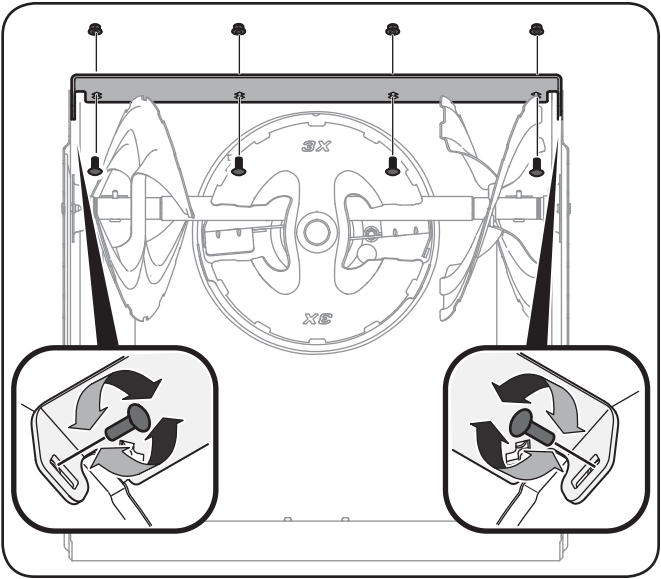
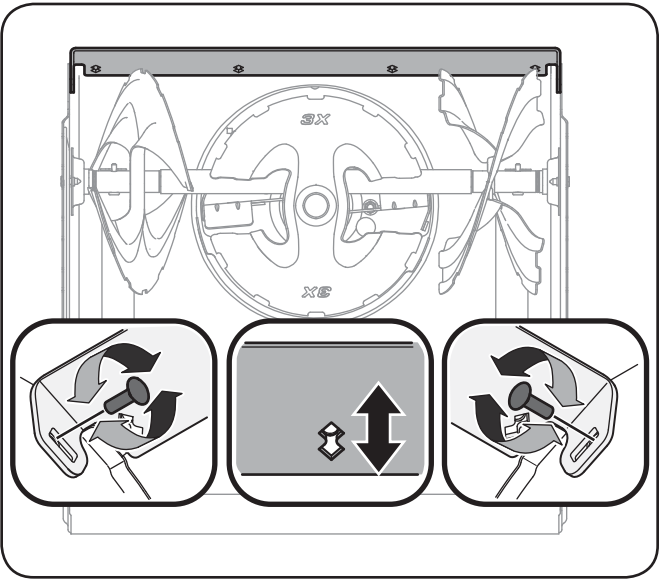

Figure 6-3
Figure 6-2
4. Glissez la lame de raclage vers le bas à la deuxième position. Insérez et serrez bien les boulons. Voir Figure 6-2.
4. Faites glisser la lame de raclage vers le bas à la deuxième position. Serrez bien les boulons. Voir la Figure 6-2 and Fig. 6-3.
2. Installez la lame plate neuve en vérifiant que la tête des boulons ordinaires, les rondelles se trouve à l'intérieur de l'habitacle. Serrez à fond. Voir la Figure 6-3.